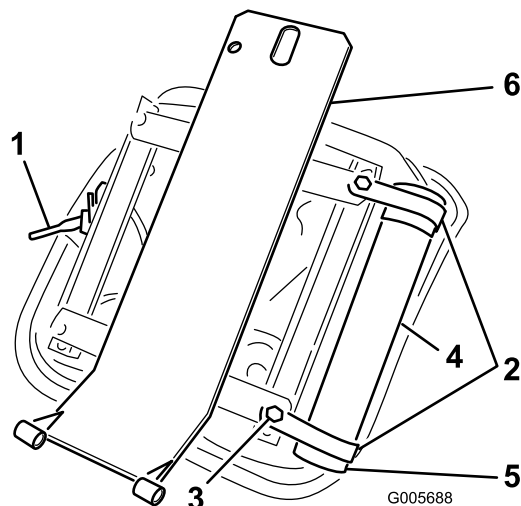

Figura 12
1. Monte o conjunto da suspensão do banco com 4 parafusos de capa na parte de baixo do banco e fixe-o com 4 anilhas de retenção, anilhas planas e porcas (Figura 12).
2. Desaperte ligeiramente (2) grampos R do lado direito da parte de baixo do banco com 2 parafusos de capa e anilhas planas fornecidos no kit (Figura 12). Instale o tubo manual nos grampos R e aperte os parafusos de capa (Figura 12).
3. Monte o apoio do banco sobre quatro pinos roscados na parte de baixo do conjunto da suspensão do banco e fixe-o no lugar com porcas de flange (Figura 12).